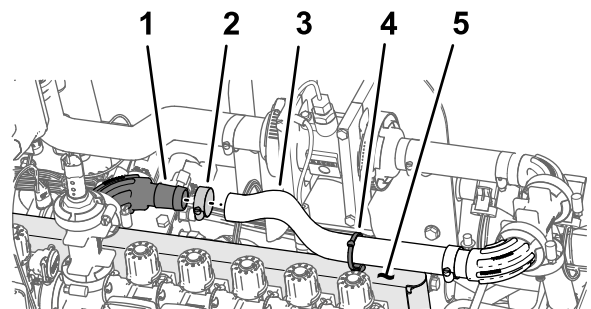

Figure 110
1. Engagez le flexible (1 x 16") sur le raccord à bride à 90° (1"), comme montré à la Figure 110.
2. Fixez le flexible au raccord à bride avec un collier (Figure 110).
3. Passez le serre-câble/fixation à pression dans le trou au sommet du support de vannes, comme montré à la Figure 110.
4. Fixez le serre-câble/fixation à pression (Figure 110) autour du flexible (1 x 16").